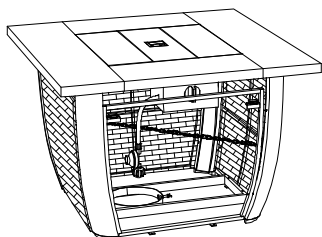

Fig. 4
- 1- Ouvrez la porte et le robinet de commande à l'extérieur. Voir Fig. 4.